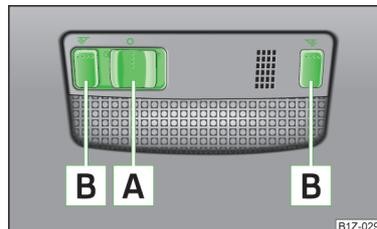

Fig. 45
Posiciones del interruptor deslizante **A** » fig. 45.
**Pulsando el interruptor **B** » fig. 45 se pueden encender y apagar las luces de lectura.**
Si se ha activado el manejo de la luz con el conmutador de contacto de puerta (conmutador **A** » fig. 45 en la posición ☞), **se enciende la luz** si se da alguna de las circunstancias.
Si se ha activado el manejo de la luz con el conmutador de contacto de puerta (conmutador **A** » fig. 45 en la posición ☞) **se apaga la luz** si se da alguna de las circunstancias.
Si queda una puerta abierta o el conmutador **A** » fig. 45 está en la posición ☞, la luz del habitáculo se apaga al cabo de 10 minutos para que no se descargue la batería del vehículo.